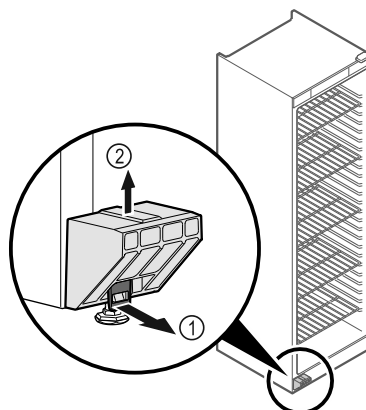

Fig. 4
- Nakładkę Fig. 4 (1) pociągnąć do przodu.
- Zabezpieczenie transportowe Fig. 4 (2) pociągnąć w górę i zdjąć.